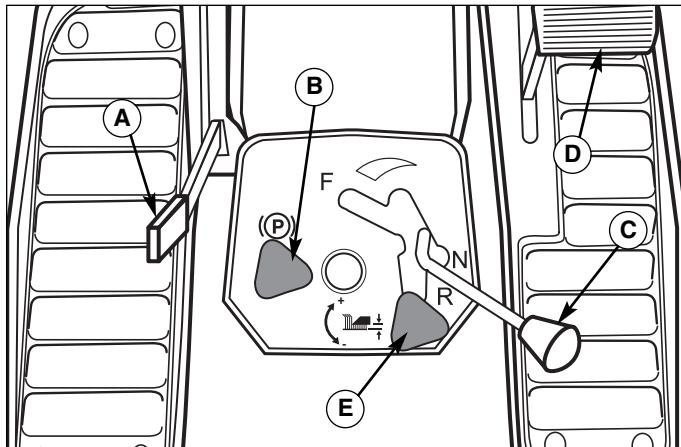

Figura 4. Controles
1. Retire la tapa para el combustible (A, Figura 4).
La velocidad de avance se selecciona al soltar el pedal del embrague/freno (D, Figura 4) y al mover la palanca de control (C, Figura 4) a la selección de velocidad correspondiente. Si el terreno es irregular, accidentado o empinado, use primera o segunda marcha. Si el césped está mojado o tiene más de 76 mm (3 pulg.) de alto, use toda la velocidad del motor (con velocidad de avance lenta), de modo que el cortacésped tenga suficiente potencia como para cortar el césped.
1. Si está listo para cortar césped, baje el cortacésped desde la posición de transporte con la palanca (A, Figura 4) y establezca la altura de corte de césped con el control Dial-A-Cut™ (E, Figura 4).
4. Suelte el freno de estacionamiento al presionar el pedal del embrague/freno y al presionar la perilla (B, Figura 4) hacia abajo.
5. Mueva la palanca de control de la velocidad de avance (C, Figura 4) hacia la dirección y velocidad de viaje que desee para mover el tractor.
1. Mueva la palanca de control de la velocidad de avance (C, Figura 4) a la posición NEUTRA para detenerse de manera gradual. Para detenerse más rápido, presione el pedal del embrague/freno (D, Figura 4).
2. Enganche el freno de estacionamiento al presionar completamente el pedal del freno y al tirar hacia arriba la perilla del freno de estacionamiento (B, Figura 4).
1. Cuando viaje hacia o desde el lugar de trabajo, levante completamente el cortacésped con la palanca elevadora del cortacésped (A, Figura 4). En el lugar de trabajo, baje el cortacésped con la palanca elevadora del cortacésped.
2. Utilice el control Dial-A-Cut™ (E, Figura 4) para ajustar la altura del cortacésped. Tire hacia atrás levemente la palanca elevadora del cortacésped (A, Figura 4) para aliviar la presión y gire en el sentido de las agujas del reloj para elevar la altura de corte del cortacésped o en el sentido contrario al de las agujas del reloj para bajar la altura de corte.